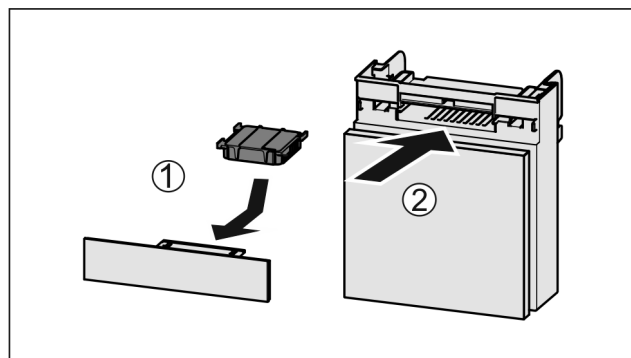

Fig. 182
- ▶ Filtr s aktivním uhlím vložte podle vyobrazení Fig. 182 (1).
- ▶ Zásuvku zasuňte Fig. 182 (2).